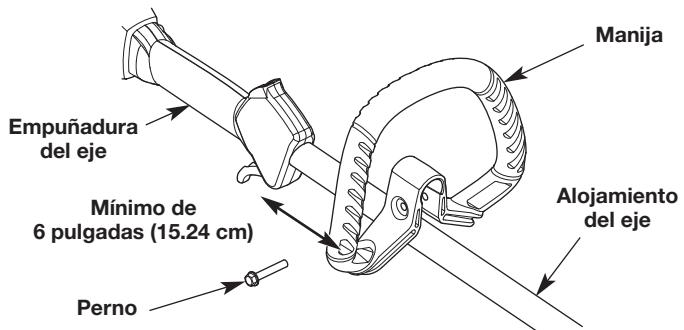

Fig. 2
1. Oprima la manija hacia abajo sobre el alojamiento del eje (Fig. 2). El orificio del perno de la manija debe quedar a la derecha.
2. Inserte el perno en el orificio del perno y oprímalos para que pase a través de él (Fig. 2). Apriete el perno con una llave tubular de 3/8" pero no apriete por completo.
3. Mientras sujetas la unidad en la posición de funcionamiento (Fig. 11), desplace la manija hasta la ubicación que le ofrece el mejor agarre. Ubíquela como mínimo a 6 pulgadas (15.24 cm) del extremo de la empuñadura del eje (Fig. 2).
1. Afloje el perno con una tubular de 3/8" (Fig. 2).
2. Mientras sujetas la unidad en la posición de funcionamiento (Fig. 11), desplace la manija hasta la ubicación que le ofrece el mejor agarre. Ubíquela como mínimo a 6 pulgadas (15.24 cm) del extremo de la empuñadura del eje (Fig. 2).